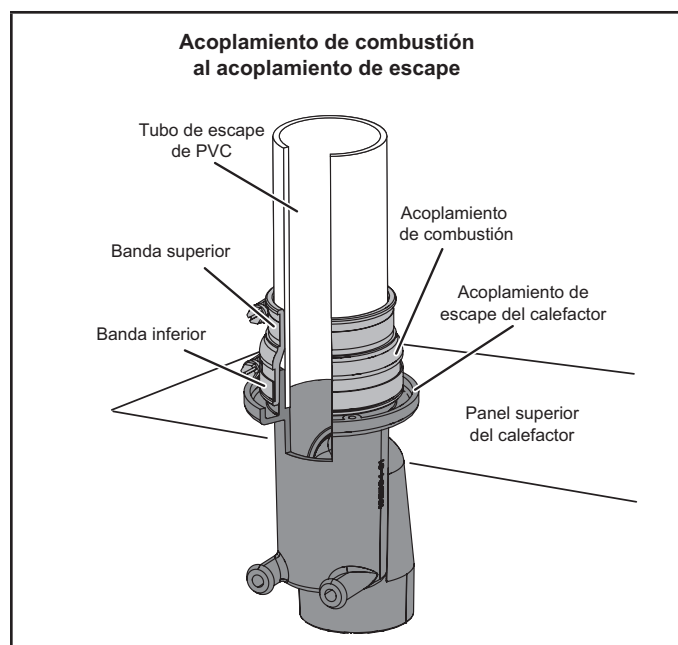
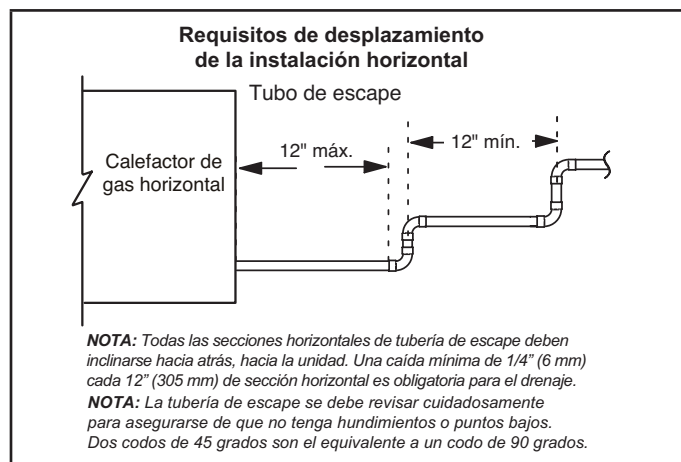

FIGURA 18
FIGURA 19
NOTA: Se debe instalar una tubería de ventilación con un acoplamiento de combustión. Consulte la FIGURA 18.
Tubería de escape (FIGURA 18, FIGURA 19, FIGURA 21 y FIGURA 22)
- 4 - Apriete las bandas superior e inferior a 40 pulg.-libras. Ver FIGURA 18.